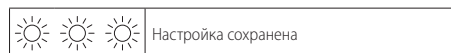

Рис. 24
- 5 Чтобы сохранить настройки, нажмите кнопку сброса 9 на Рис. 5 и удерживайте ее в течение 5 секунд, при этом все индикаторы будут мигать одновременно как на Рис. 24 (условные обозначения индикаторов Рис. 21)